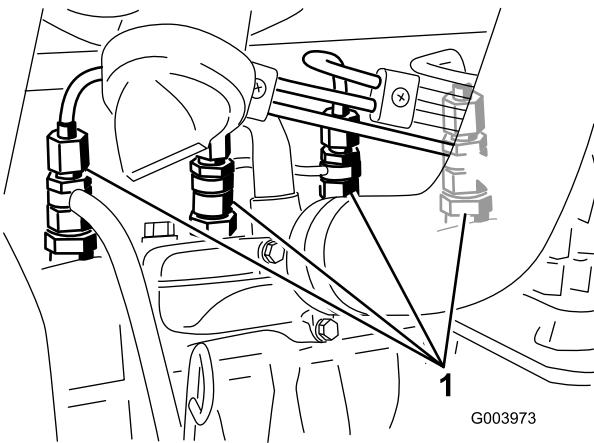

Figure 65
1. Desserrez le raccord entre l'injecteur n° 1 et le porte-injecteurs (Figure 65).